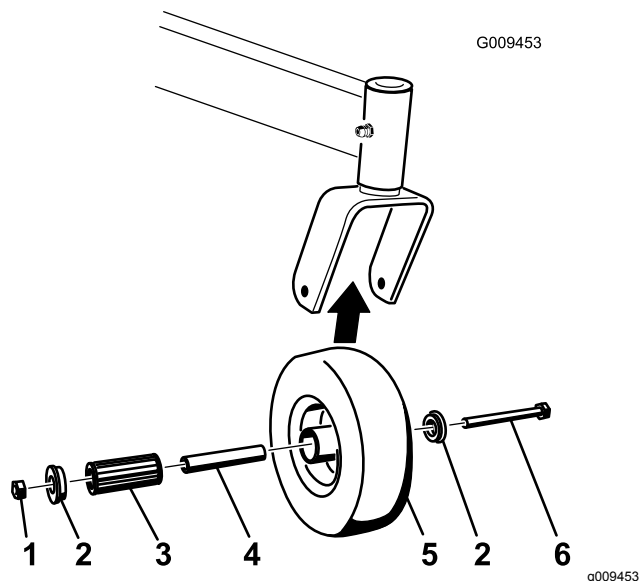

Figure 60
1. Enlevez le contre-écrou et le boulon qui fixent la roue pivotante à la fourche (Figure 60).
2. Enlevez une bague, puis sortez la douille pour clé et le roulement à rouleaux du moyeu de roue (Figure 60).
3. Enlevez l'autre bague du moyeu, puis nettoyez la graisse et les saletés éventuellement présentes dans le moyeu (Figure 60).
Remarque: Remplacez les pièces endommagées ou usées (Figure 60).
5. Placez une bague dans le moyeu (Figure 60).
6. Lubrifiez le roulement à rouleaux et la douille pour clé, et insérez-les dans le moyeu (Figure 60).
7. Mettez la deuxième bague dans le moyeu (Figure 60).
8. Montez la roue pivotante dans la fourche à l'aide du boulon et du contre-écrou (Figure 60).
9. Serrez le contre-écrou jusqu'à ce que la base de la douille pour clé soit en appui contre l'intérieur de la fourche (Figure 60).